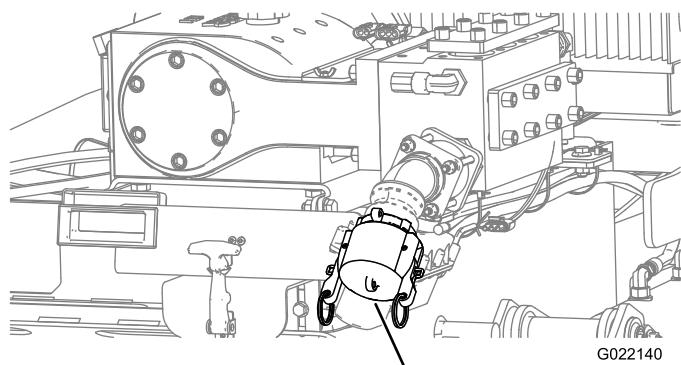

Figura 114
- C. Asegúrese de que está instalado el tapón de la entrada de la bomba de fluido de perforación (Figura 114).